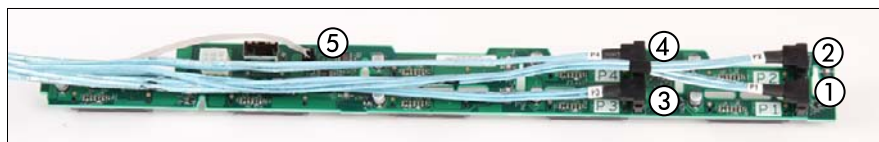

図 53: 8 x HDD バックプレーンからの SAS データケーブルの取り外し
- ▶ 図 53 のように SAS データケーブルを 8 x HDD バックプレーンに接続してください。